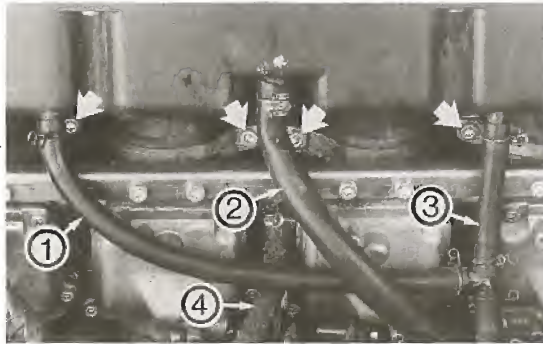

Bild 63
- Jeweils vier Schrauben von unten herausdrehen und Schwimmerkammerdeckel abnehmen (Bild 63).